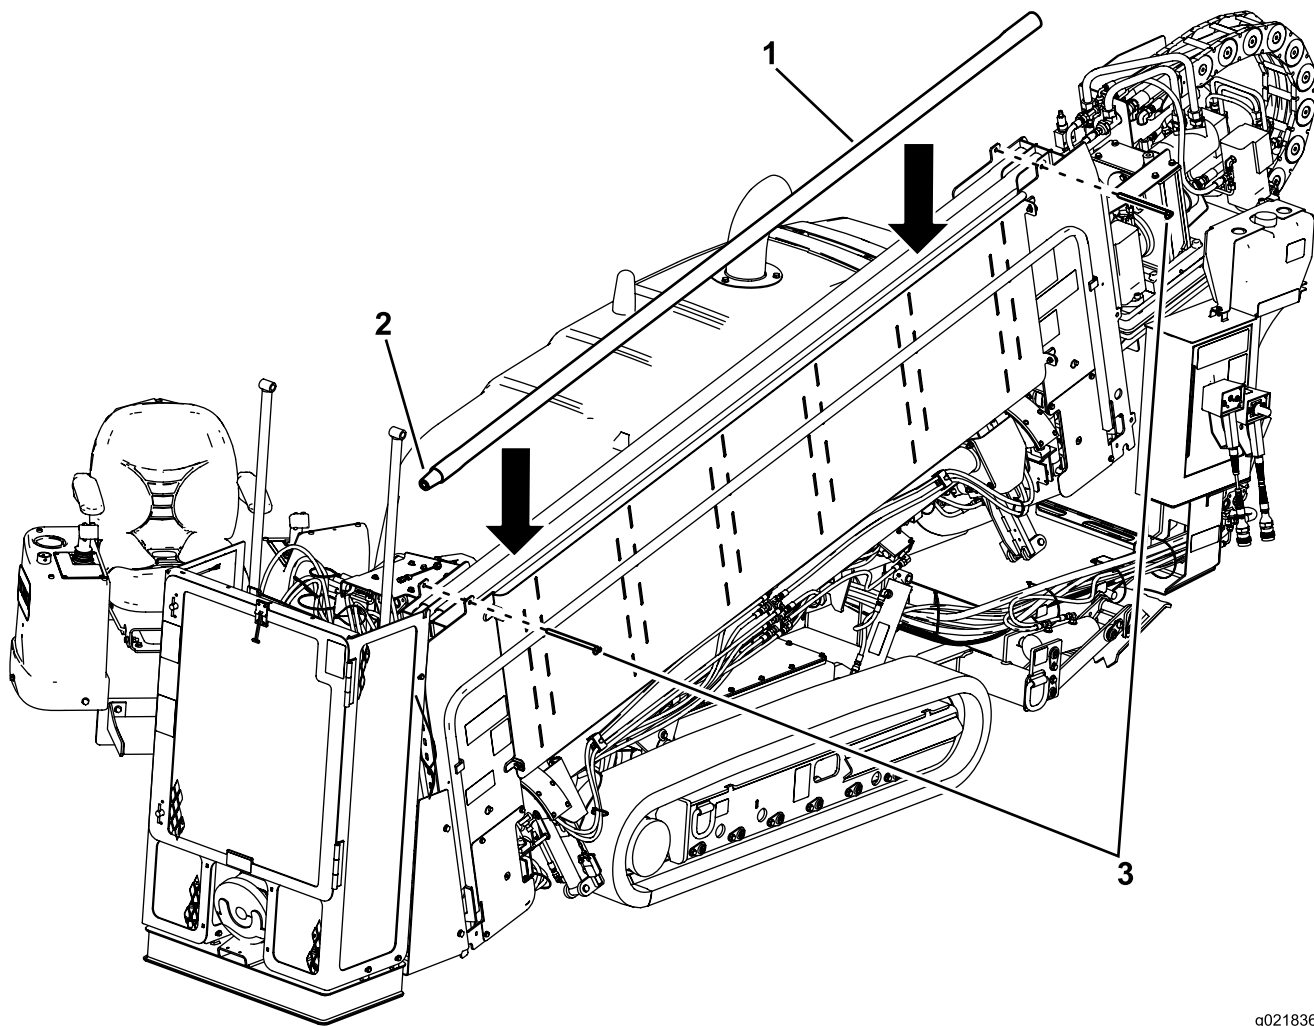

Рисунок 66
1. Извлеките штифты с отверстиями под шпильки из держателя труб (Рисунок 66).
2. Вставьте трубы с верхней части так, чтобы концы с наружной резьбой были направлены в сторону передней части машины (Рисунок 66).